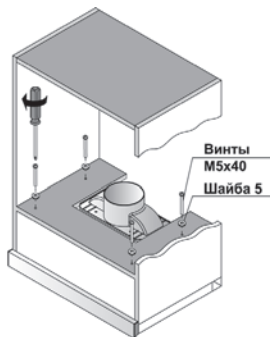

Рис. 4
3. При помощи винтов М5х40 с шайбами из монтажного комплекта и отвертки прикрепите вытяжку к шкафу. (Рис. 4)